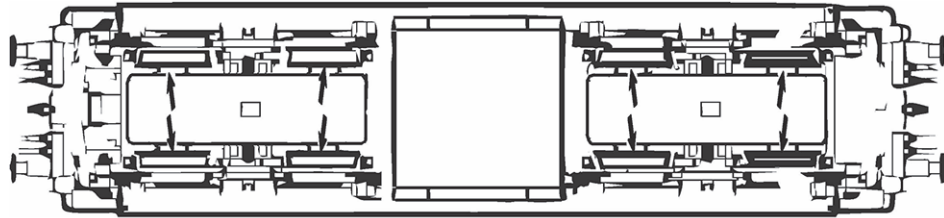

Fig. 6
**1. Reinigung der Radstromkontakte:** Radstromkontakte können auf unsauberen Schienen leicht verschmutzen. Entfernen Sie **vorsichtig** mit einem kleinen Pinsel **den Schmutz** an den in Fig. 6 gekennzeichneten Stellen.
**1. Nettoyage des lames de courant aux roues:** Les lames de contacts risquent de s'encrasser rapidement sur des voies poussiéreuses. Veuillez **enlever la poussière** aux endroits marqués à la fig. 6 à l'aide d'un petit pinceau souple.